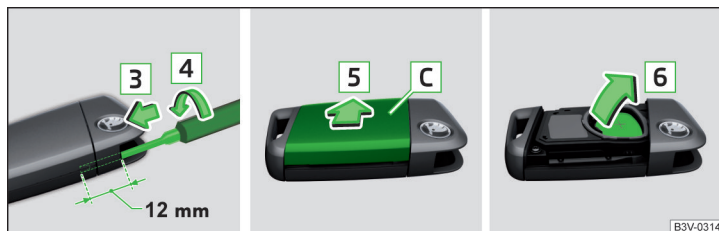

Fig. 353 Soltar la tapa / Extraer la pila
- Introducir un destornillador plano y delgado (3 mm de ancho) aprox. 12 mm la apertura creada en el sentido de la flecha **3** » fig. 353.